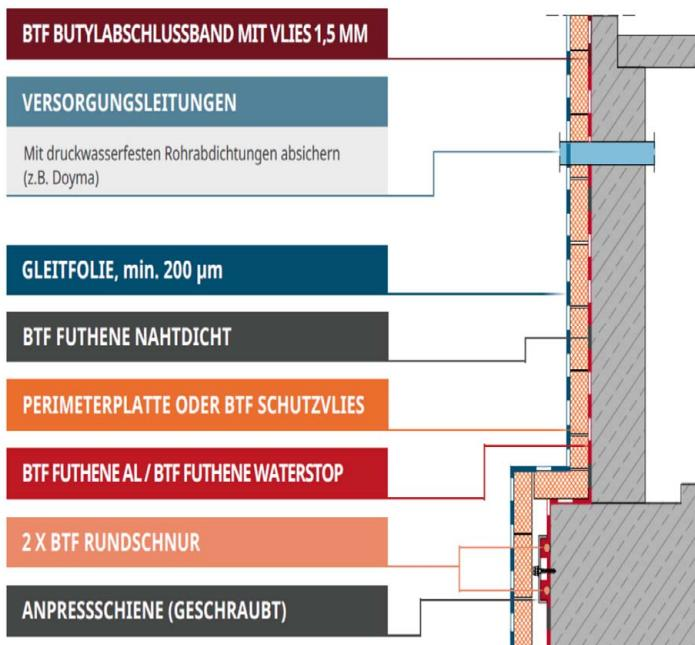
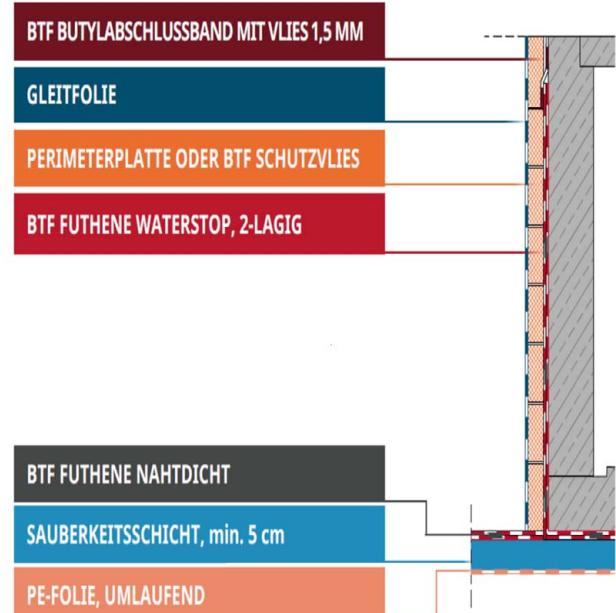

Abbildung 2: Montage der Wasserstop-Rundschnur
Abbildung 3: Montage der Bahn im unteren
- (13) Der Bodenplattenbereich ist gemäß Anlage 3, Abbildung 2 in Doppelreihe mit der "BTF RUND SCHNUR" und zusätzlich mit einer Anpressschiene zu sichern oder gemäß Anlage 3, Abbildung 3 auszuführen.
- (14) Die Abdichtungsbahn "BTF FUTHENE WATERSTOP" ist nach dem Verlegen mit dem Schutzvlies "BTF SCHUTZVLIES" oder mit Perimeter-Dämmplatten vor mechanischen Beschädigungen zu schützen.